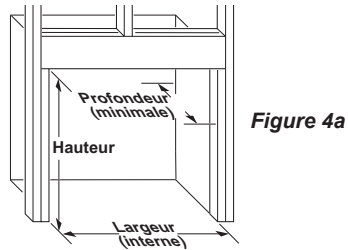
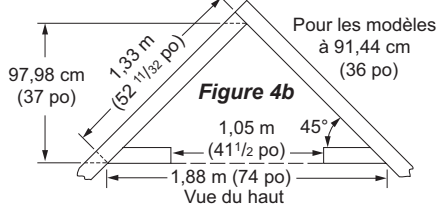

Figure 4a
Figure 4b
1. Armature dans l'ouverture brute. La construction de la structure du foyer doit comprendre des pièces de bois de 2 x 4 au minimum. Utilisez les dimensions indiquées au tableau 1 et l'agencement de l'ouverture brute illustré à la figure 4a. Ajustez la structure de manière à ce que le foyer affleure la surface du mur fini. Si l'installation se fait dans un coin, utilisez les dimensions indiquées aux figures 4b et 4c pour l'ouverture brute.